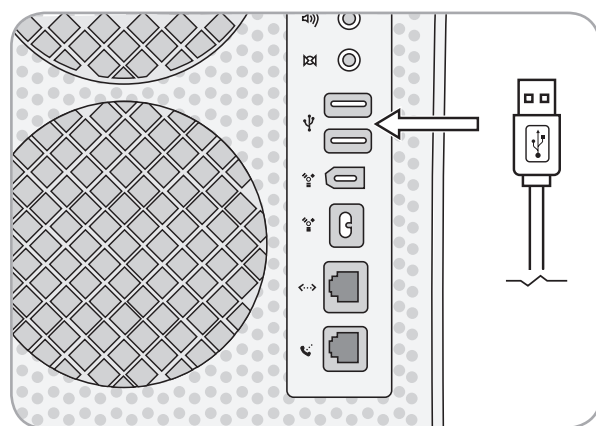

Fig. 02
3. Branchez l'autre extrémité du câble d'interface à un port USB disponible de l'ordinateur (Fig. 02).